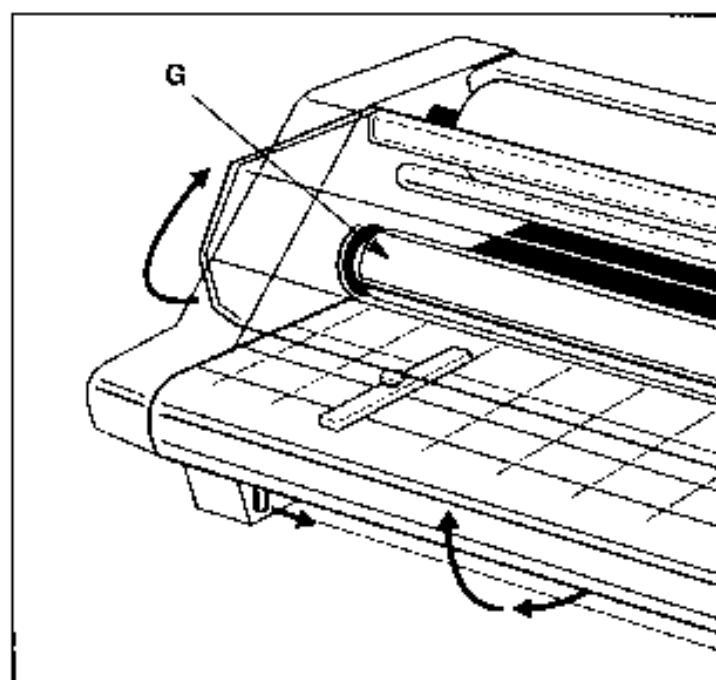

Fig. 3A
G. HEAT ROLLERS: Silicone rubber coated steel tubes. Used to heat the laminating film and compress the heated film to the items being laminated. Heat is provided by an internal infrared element. The heat rollers are motor driven for ease of loading new film (Figure 3A).
G. HEIZWALZEN: Silicon-überzogene Walzen. Erhitzen die Laminier-Folie und pressen die erhitzten Folien auf die Dokumente. Die Hitze wird von einem inneren Heizelement geliefert. Die Heizwalzen werden zum problemlosen Folieneinzug angetrieben (Abb. 3A).
G. WARMTEROLLERS: Dit zijn stalen buizen met een coating van siliconenrubber, die de lamineerfilm verhitten en deze tegen de te lamineren documenten drukken. De warmte wordt geleverd door een intern infrarood verwarmingselement. De warmterollers worden aangedreven door een motor, zodat invoeren van nieuwe film eenvoudig is (zie afb. 3A).
G. ROULEAUX CHAUFFANTS: tubes en acier recouverts de caoutchouc silicone, utilisés pour chauffer le film de plastification et le faire adhérer par pression sur les documents à plastifier. La chaleur est dégagée par un élément interne à infrarouge. Les rouleaux chauffants peuvent être actionnés par un moteur pour faciliter le chargement de nouvelles bobines (figure 3A).